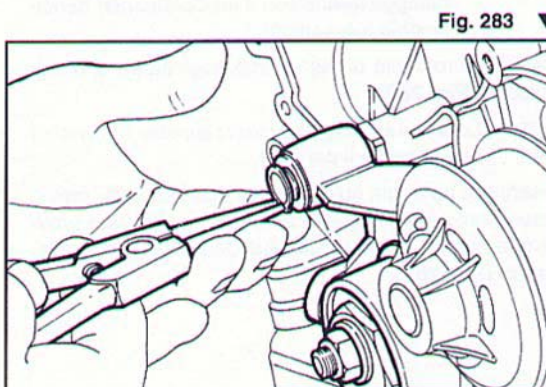

Fig. 283 ▼
- bloccare il tutto con il seeger (Fig. 283).
- block the whole assembly with the seeger ring (Fig. 283).